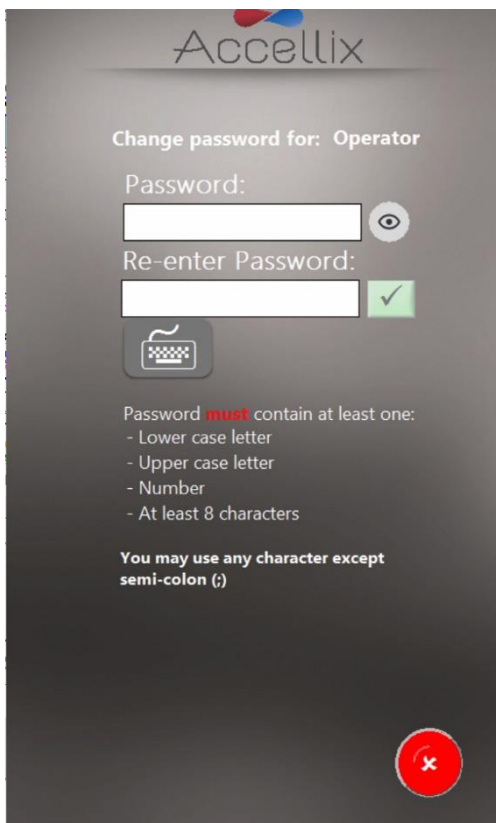

Figure 6 : écran Modifier le mot de passe
1. Appuyez sur l'icône **Change Password** (Modifier le mot de passe) . L'écran **Change Password** (Modifier le mot de passe) (Figure 6) s'affiche :